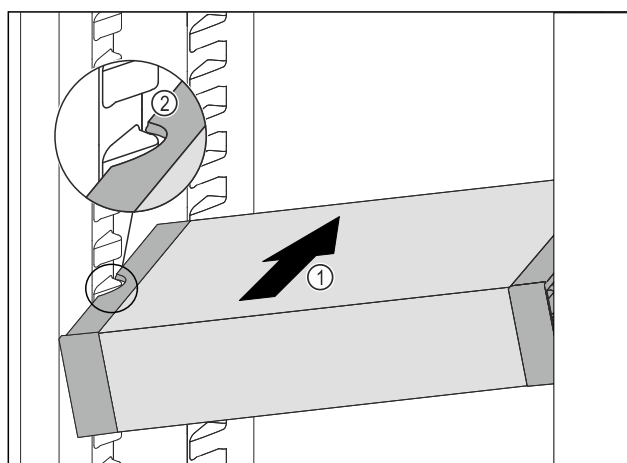

Fig. 79
- VarioSafe zasúvajte šikmo do chladničky Fig. 79 (1), kým sa bočné vybrania Fig. 79 (2) VarioSafe nebudú nachádzať vo výške rebra nádoby v chladničke.